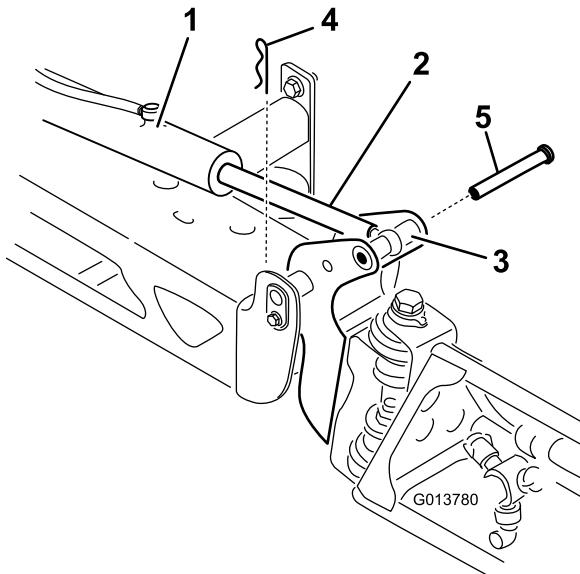

图 74
2. 从枢轴销上拆下发卡销图 74。
3. 向上提起喷洒臂段拆下柱销然后将喷洒臂段慢慢放到地面上图 74。
7. 支撑住喷洒臂段将柱销插入喷洒臂段枢轴和提升器杆图 74。